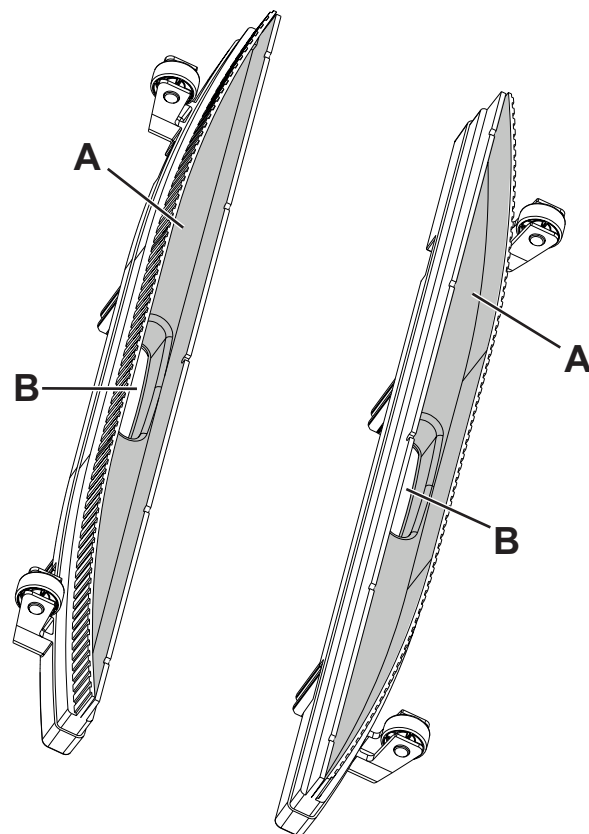

Figure 9
2. Déposer le bac des réservoirs (13) du corps de la machine en utilisant la poignée (15).
3. Soulever le corps de la machine jusqu'à atteindre la partie inférieure de la tête de nettoyage (16).
4. Démonter les embouchures (20) en les tirant à l'extérieur.
5. Nettoyer et laver les embouchures. Nettoyer en particulier les compartiments de convoyage (A, Fig. 9) et l'orifice d'aspiration (B). Contrôler que les lamelles soient en parfait état et ne présentent aucune coupure ou lacération, sans quoi remplacer les embouchures.